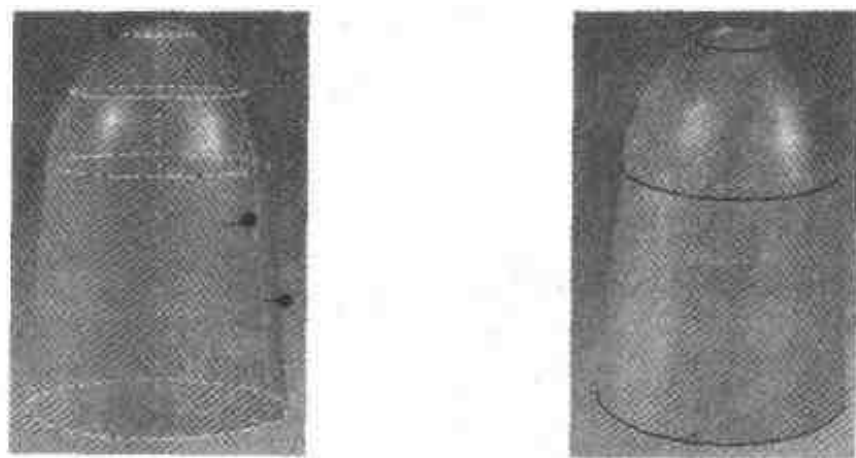

图 2.128 生成中轴
- (2) 应用【旋转特征】命令，得到如图 2.128 所示的中轴实体造型。